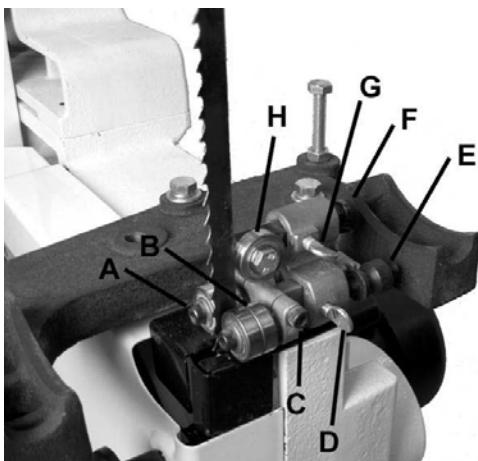

Рисунок 12.
3. Ослабьте барашек (G, Рис. 12) и поверните ручку с накаткой (F, Рис. 12), чтобы сдвинуть упорный подшипник (H, Рис. 12) внутрь или наружу, пока подшипник не будет на расстоянии 0,4 мм за полотном.
4. Затяните барашек (G, Рис. 12).
5. Ослабьте барашек (D, Рис. 12) и поверните ручку с накаткой (E, Рис. 12), чтобы сдвинуть скобу направляющего блока внутрь или наружу, пока передняя кромка направляющих подшипников не будет чуть позади впадин зубьев полотна.
6. Затяните барашек (D, Рис. 12).
7. Ослабьте фиксирующий винт (C, Рис. 12) и поверните направляющие подшипники (B, Рис. 12), повернув эксцентрик (A, Рис. 12) торцевым шестигранным ключом 4 мм в комплекте. Направляющие подшипники должны быть так близко к полотну, как только возможно без сдавливания.
8. Затяните фиксирующий винт (C, Рис. 12).
- Если настройку нужно произвести влево или вправо, слегка ослабьте четыре винта (A, Рис. 12а) и произведите легкую поднастройку направляющей стойки. Затяните винты, когда процесс завершен.
- Если требуется произвести настройку вперед-назад, это делается затягиванием или ослаблением винтов (B, C, Рис. 12а). Верхние установочные винты (B, Рис. 12а) отводят направляющую стойку назад (если стоять напротив станка), в то время как нижние установочные винты (C, Рис.12а) отводят направляющую стойку вперед.
Рисунок 12а.